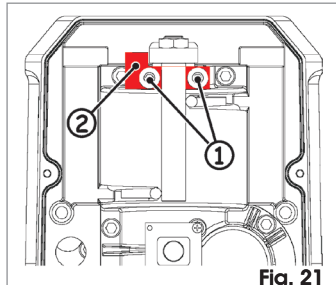

Fig. 21
1. Svitare le due viti, Fig. 21 rif. ①, che si trovano nella parte superiore della sbarra.
2. Rimuovere il piattino di arresto, Fig. 21 rif. ②.